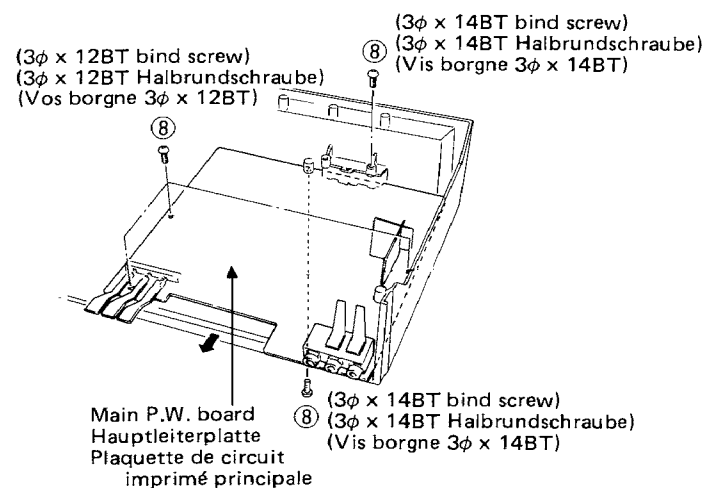

Fig. 4 Abb. 4
6. Main P.W. board (Fig. 4)
6. Hauptleiterplatte (Abb. 4)
6. Plaquette de circuit imprimé principale (Fig. 4)